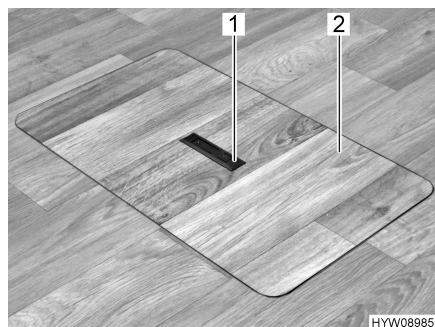
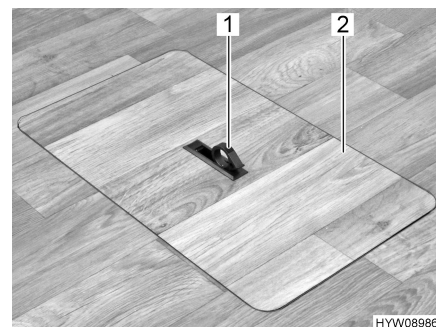

Fig. 23 Couvercle compartiment de rangement sous le plancher (poignée encastrée)
Fig. 24 Couvercle compartiment de rangement sous le plancher (poignée pivotée vers l'extérieur)
- Pousser la plaque de la poignée (Fig. 23,1) vers le bas d'un côté. La poignée (Fig. 24,1) pivote vers le haut.
- Retirer le couvercle (Fig. 24,2) par le haut.
- Mettre le couvercle (Fig. 24,2) en place dans le cadre découpé dans le plancher.